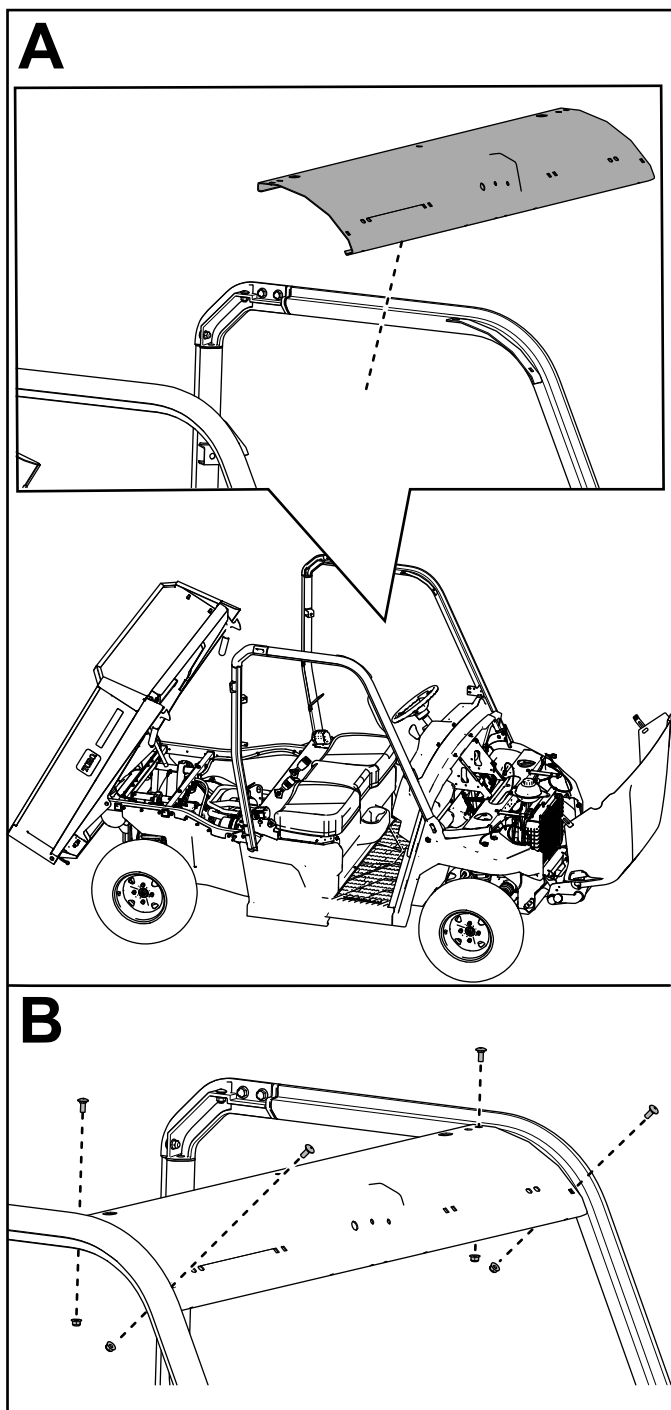

Figure 16
11. Fixez la barre transversale avant aux barres avant de l'arceau de sécurité à l'aide de 4 boulons de carrosserie (5/16 x 3/4 po) et 4 contre-écrous (5/16 po), comme montré à la Figure 16.